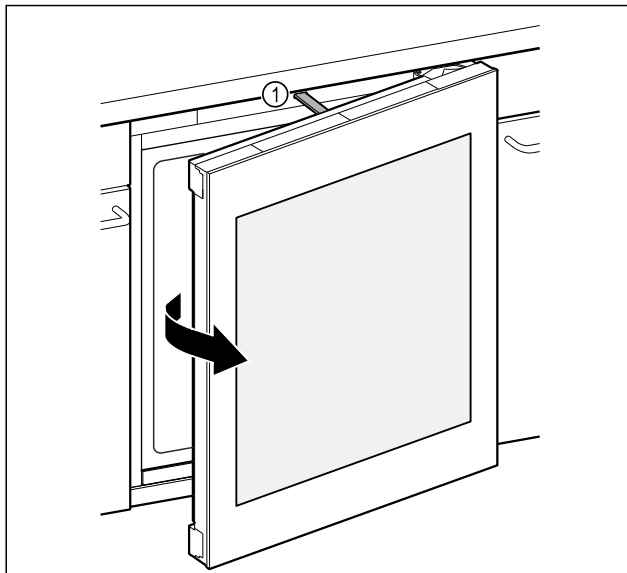

Fig. 145
- Biela Fig. 145 (1) deschide ușa aproximativ 7 cm.